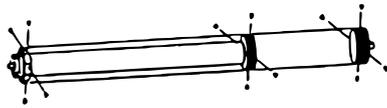

Fig. 2
- La distance de montage entre le bord extérieur de l'adaptateur et le diamètre intérieur de l'arbre ne doit pas dépasser 1 mm (Fig. 2).
- L'arbre du volet roulant et la capsule du rouleau doivent être fixés uniformément dans le sens radial à l'aide de quatre vis auto taraudeuses à tête fraisée 5×20. Les vis doivent être fixées au centre de la capsule et au centre de l'arbre dans le sens axial (Fig. 2, 4).